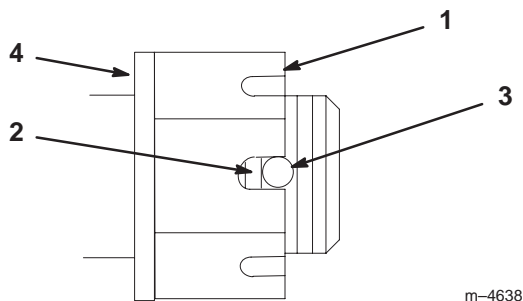

Figure 48
3. Serrez le boulon crénelé à 169,5 Nm (125 pieds-livre) (Fig. 48).
4. Mesurez l'espace entre la base de la fente de l'écrou et le bord intérieur du trou. On ne doit pas voir plus de deux filets (Fig. 48).
5. Si plus de deux filets sont visibles, enlevez l'écrou et placez une rondelle entre le moyeu et l'écrou (Fig. 48).
6. Serrez le boulon crénelé à 169,5 Nm (125 pieds-livre) (Fig. 48).
7. Serrez l'écrou jusqu'à ce que le jeu de fentes suivant soit en face du trou de l'axe (Fig. 48).